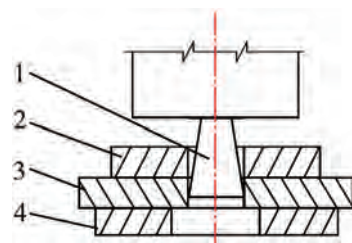

图 2.7 冲孔
(3) 冲孔：利用冲头在工件上冲出通孔或盲孔的操作过程。常用于锻造齿轮、套筒和圆环等空心锻件。在薄坯料上冲通孔时，可用冲头一次冲出，如图2.7所示。若坯料较厚时，可先在坯料的一边冲到孔的2/3深度后，拔出冲头，翻转工件，从反面冲通，以避免在孔的周围冲出毛刺。